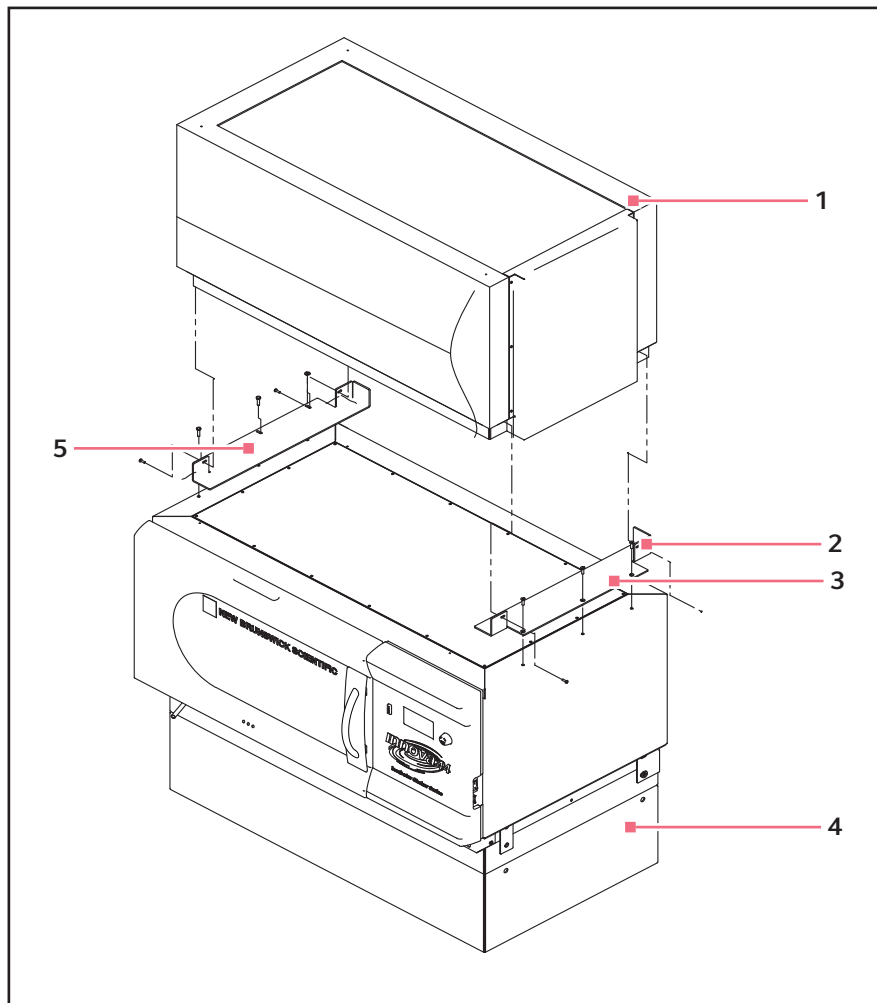

Abb. 6-6: Stapelset für Innova 4400/4430 auf 44/44R installieren
3. Entfernen Sie die Schrauben, die an der Oberseite des unteren Geräts an den beiden Seitenkanten installiert sind. Orientieren Sie sich dabei an der Abbildung unten (siehe Abb. 6-6 auf S. 29).
4. Befestigen Sie die Unterseite des oberen Schüttlers wie in der Abbildung dargestellt (siehe Abb. 6-6 auf S. 29) mit den dafür vorgesehenen Schrauben, Sicherungs- und Unterlegscheiben an den Montagewinkeln. Ziehen Sie erst die Schrauben auf der rechten, dann die auf der linken Seite fest.